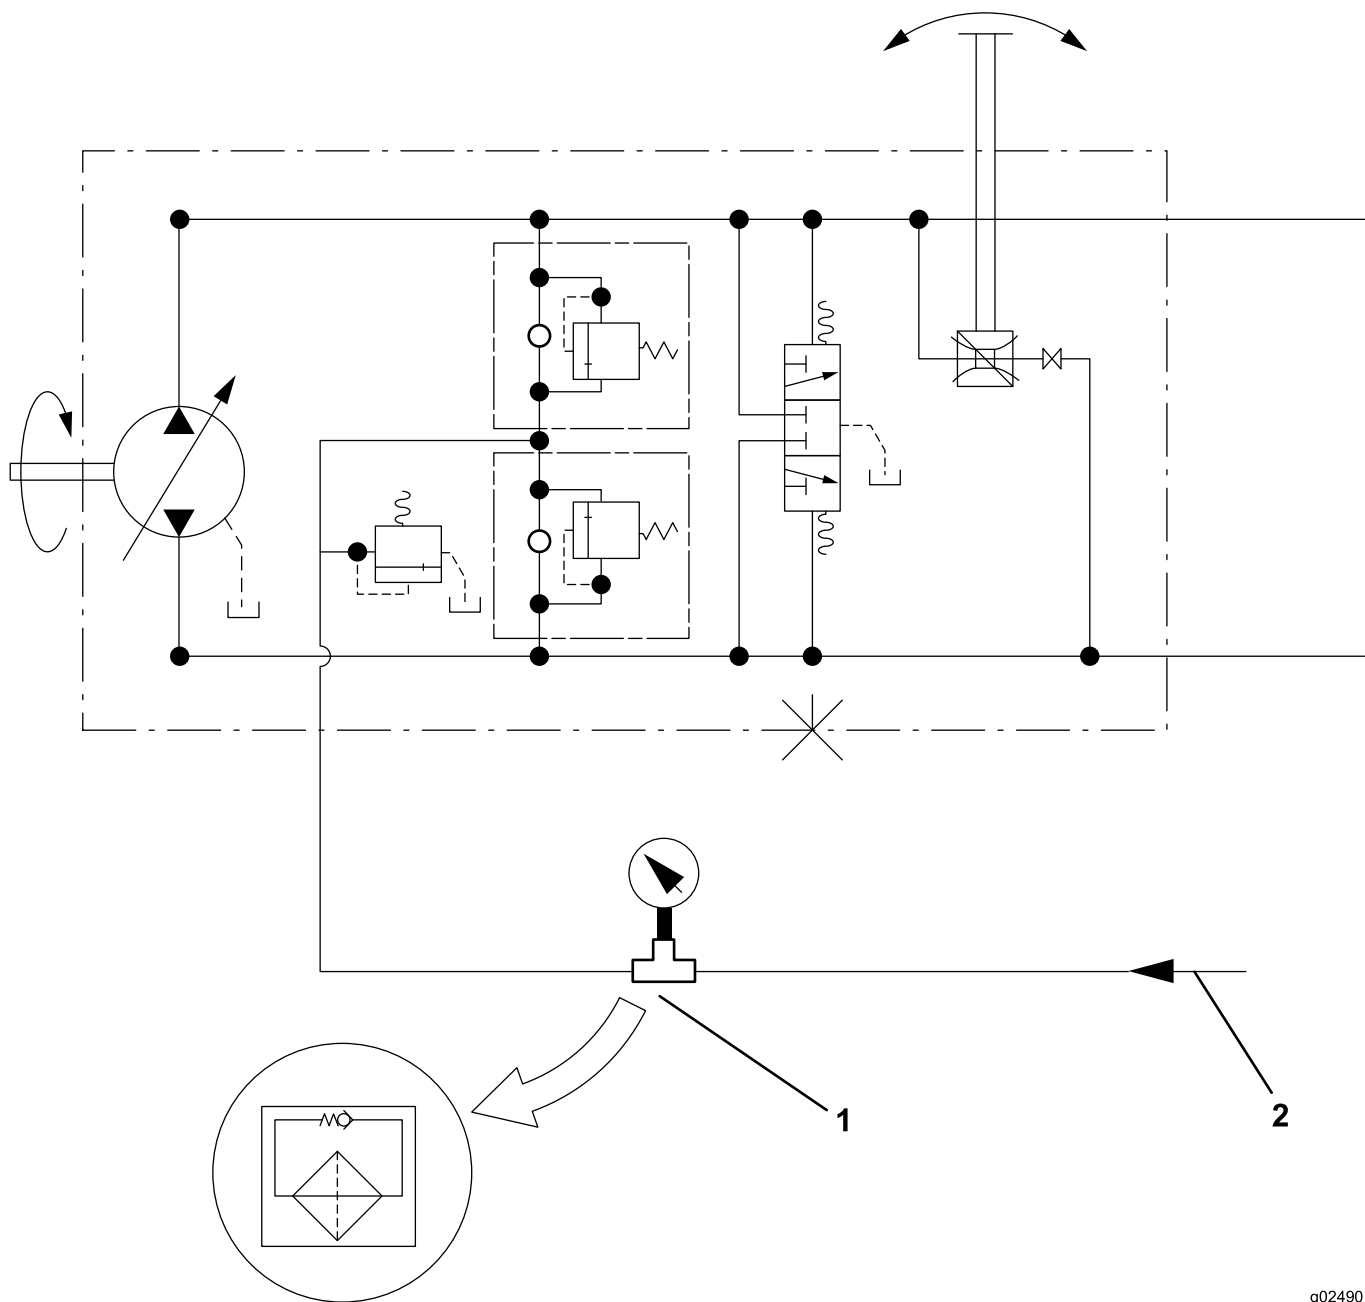

図 5
4. 図 5に示すように、小さい方のチャージ油圧フィルタヘッドアセンブリを外して、500psi 3450kPa = 35bar の油圧計をチャージ供給チューブに対してインラインに取り付ける。油圧計がフローメータと一体になっている場合には、この後にテストを実施する前に、フローメータが全開状態であることを確認すること。